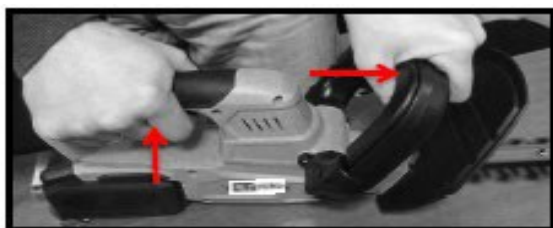

Рис.10
Рис.10а
Рис.10б
Нажмите на клавишу блокировки включения (5) расположенную на передней рукоятке (4) Рис.1 и Рис.10, 10а
- Нажмите на выключатель (6) размещённый на основной рукоятке (7) Рис.1 и Рис.10, 10б